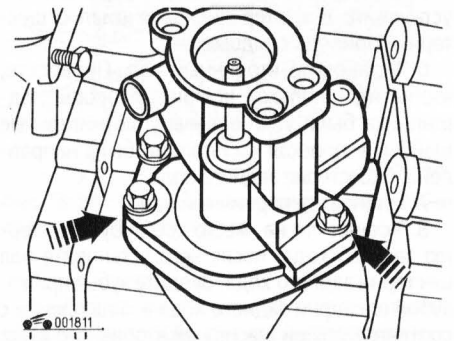

Рис. 5.16. Расположение болтов крепления вала механизма переключения передач
18. Снимите механизм переключения передач. Перед снятием вала механизма переключения передач переместите его в положение холостого хода, отверните два болта крепления и извлеките вал из картера коробки передач (рис. 5.16).